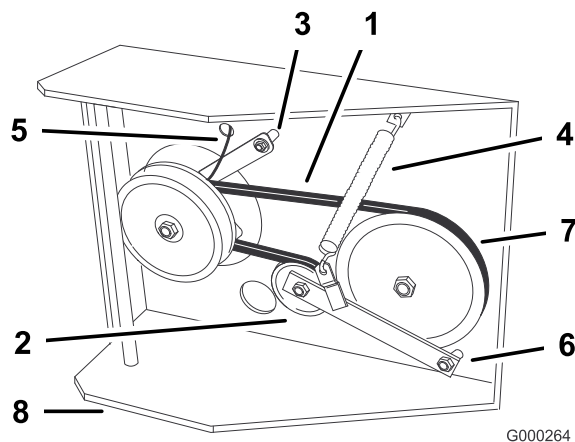

Bild 43
7. Entfernen Sie die Kupplungshalterung vom Motorchassis (Bild 43).
8. Haken Sie die Spannscheibenfeder von der Seite des Rahmens aus (Bild 43).
12. Haken Sie die Spannscheibenfeder zwischen dem Spannscheibenarm und der Rahmenhalterung ein (Bild 43).
13. Montieren Sie die Kupplungshalterung am Motorchassis (Bild 43).